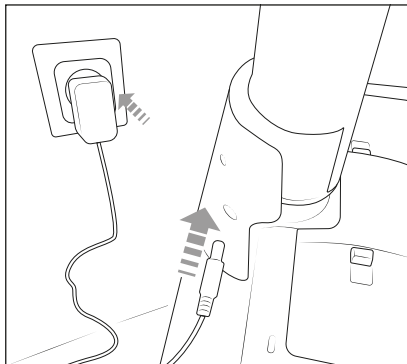

Fig. 3
- 2) Insérez la fiche creuse **10** de l'adaptateur secteur **11** dans la prise de recharge sur le côté gauche du socle de recharge **9**. Branchez l'adaptateur secteur **11** à une prise de courant (voir fig. 3).